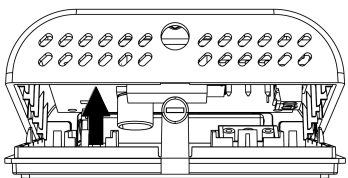

Fig. 5
- 3 Tourner le haut du boîtier en exerçant une légère pression jusqu'à l'extraction complète de celui-ci (Fig. 5).